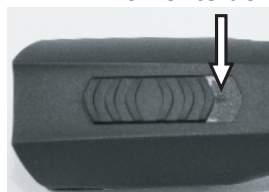

Fig. 4 Commutateur en position arrêt (« 0 »)
1. Examinez les contacts de la tondeuse (1) et de la batterie (2) pour détecter la présence de corps étrangers et de saletés.
2. Assurez-vous que le commutateur de la tondeuse est en position arrêt (« 0 ») (Fig. 4).
3. Insérez la batterie (2) dans la tondeuse (3) jusqu'à ce que le verrouillage de la batterie (1) s'enclenche des deux côtés.
4. Mettez la tondeuse avec la batterie insérée (1) ou mettez la batterie seule (2) sans forcer par le haut dans la cavité de chargement prévue de la station de recharge.
6. La batterie se charge. Durant le chargement, la lampe de contrôle (3) est allumée en rouge. Dès que la batterie est chargée à 90 %, le témoin passe au vert et la station de recharge passe sur « charge de maintien ».
7. Tenez la station de recharge d'une main et retirez la tondeuse (1) ou la batterie (2) de l'autre main.
1. Mettez l'interrupteur sur la position arrêt « 0 » (Fig. 4).
2. Appuyez sur le verrouillage de la batterie (2) des deux côtés vers l'intérieur et enlevez la batterie (1) de la tondeuse.
3. Insérez la batterie chargée (1) dans la tondeuse (2) jusqu'à ce que le verrouillage de la batterie s'enclenche des deux côtés.